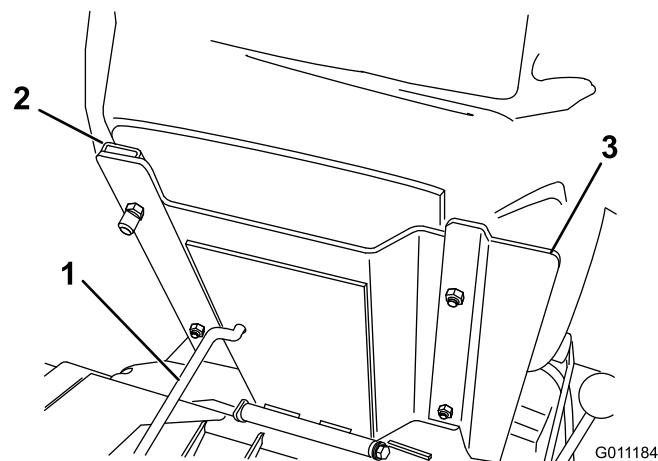

Figura 5
3. Sujete el asiento, el panel del asiento y los raíles del asiento al soporte del asiento con las contratuercas (5/16 pulgada) (Figura 5) suministradas con las piezas sueltas. Monte la placa del asiento en el lado derecho, colocada de la forma que se muestra en Figura 5.